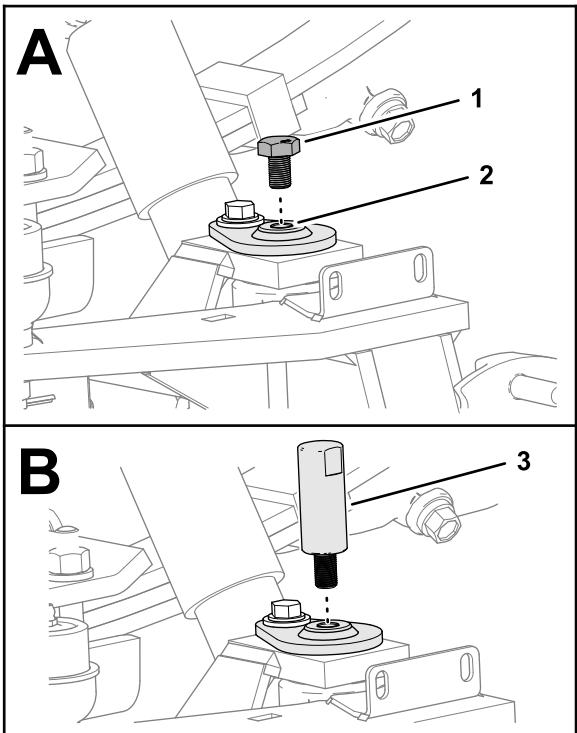

図6
- キングpinの端からキャップスクリューを取り外す(図6)。
- 調整ツールをキングpinの上部にねじ込む(図6)。